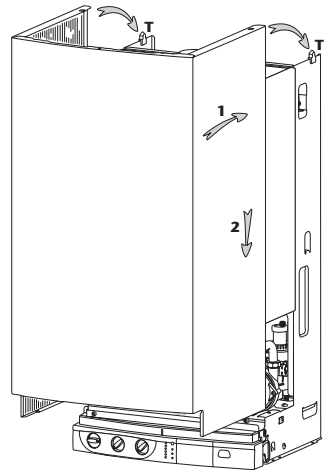

Fig. 20
- posizionare il mantello (fig. 20),